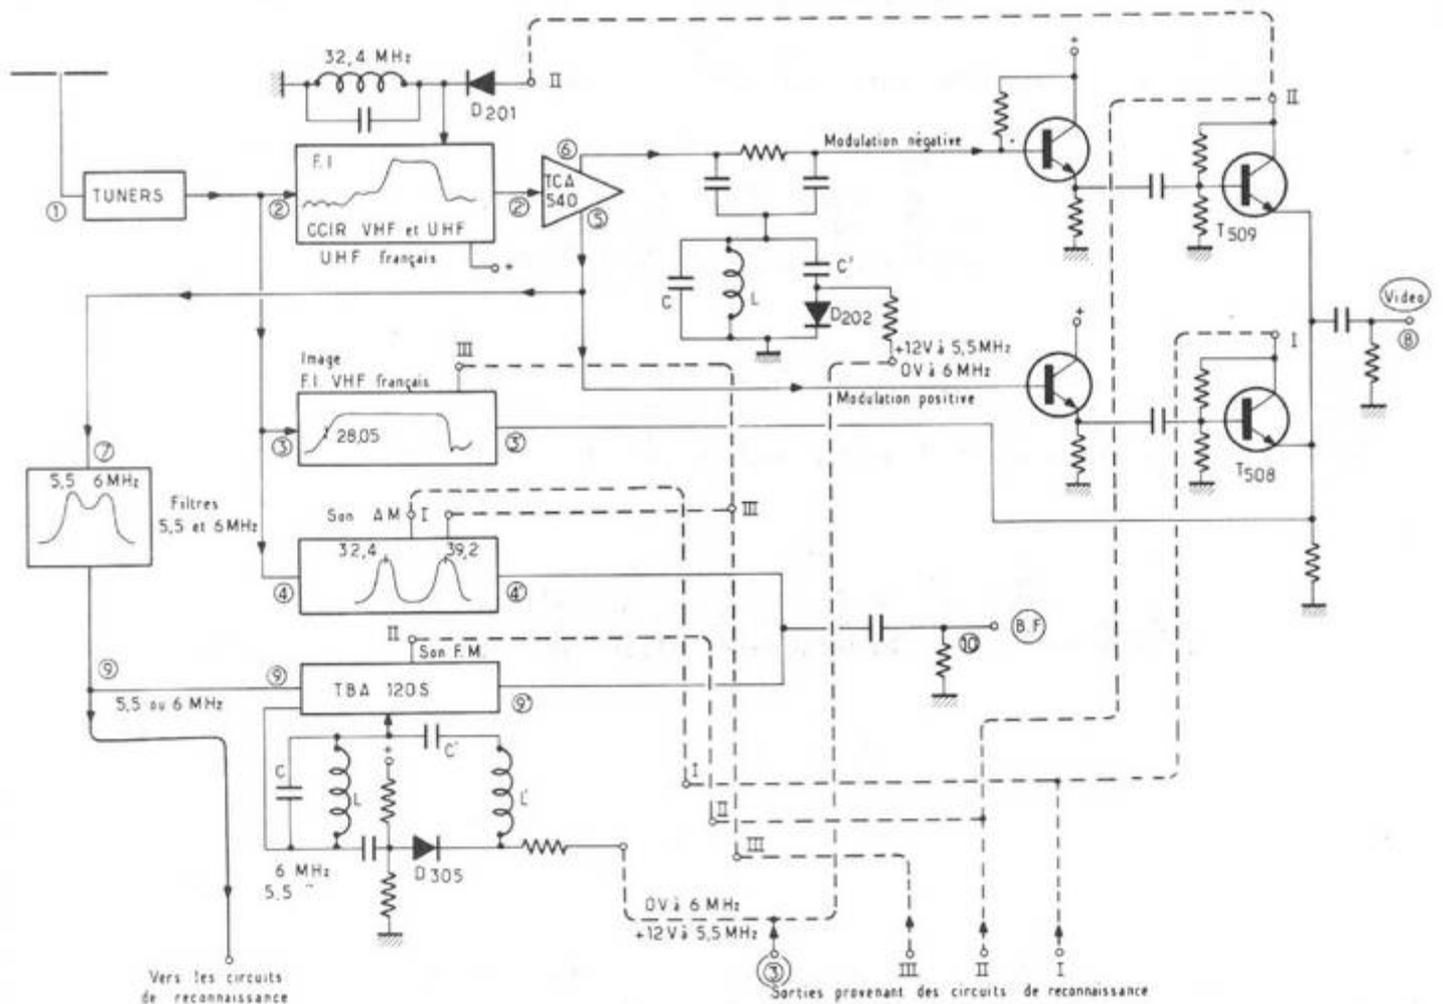
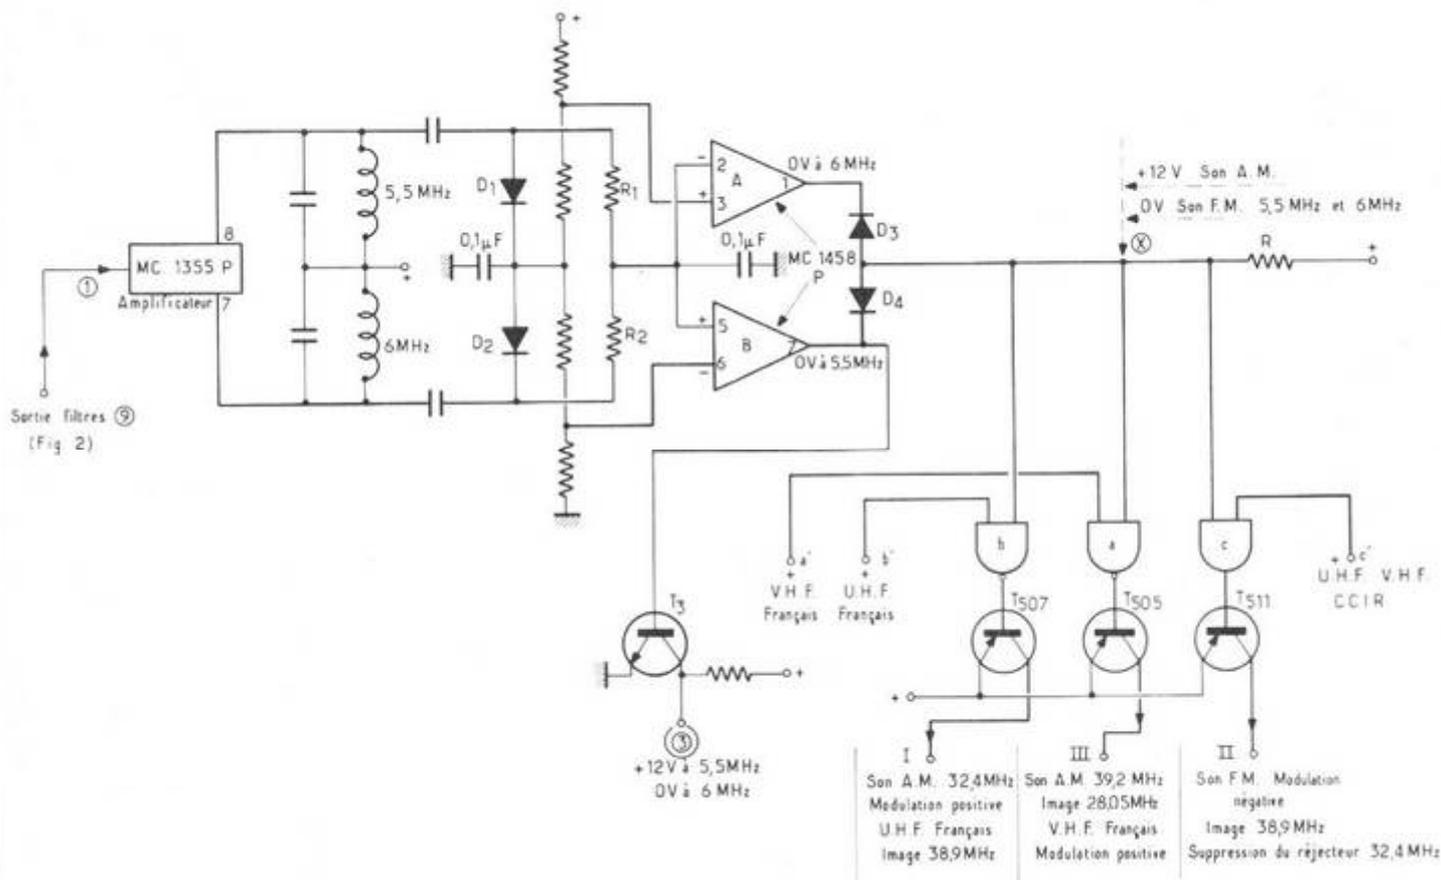
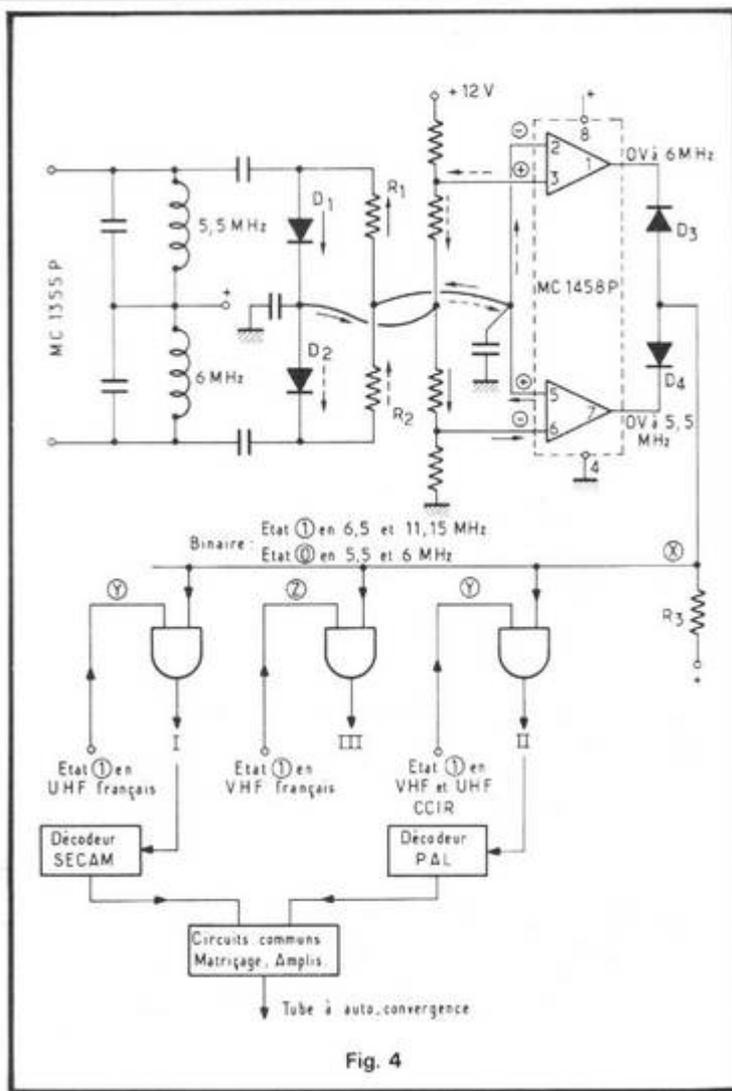

Fig. 2. - Circuits F.I. Image et son.
Fig. 3. - Circuits de reconnaissance automatique.
Fig. 4
La vidéo détectée en polarisation négative sort en (6) et la vidéo en modulation positive sort en (5). L'amplification de l'image et du son en C.C.I.R. produit le signal interporteuse 5,5 MHz ou 6 MHz que l'on trouve sur les sorties (5) et (6) de la figure 2.
Partant des Tuners de la figure 2 on peut résumer le fonctionnement en F.I. comme suit :
L'amplificateur MC 1355 P du circuit de reconnaissance de la figure 3 reçoit à son entrée (1) le signal interporteuse 5,5 ou 6 MHz provenant des filtres de la figure 2 sortie (9).
Les sorties 8 et 7 de l'amplificateur MC 1355 P de la figure 3 sont reliées à deux circuits LC accordés sur 5,5 et 6 MHz. Le pont constitué par les diodes D_1 et D_2 et les résistances R_1 , R_2 commande deux amplificateurs opérationnels A et B du module MC 1458 P.
Le tuner UHF ou VHF qui reçoit l'émission porte l'entrée C' de la porte [C] à +5 V. Comme l'entrée (X) est à 0 volt, la sortie de la porte [C] sera au niveau 0 d'où conduction du transistor T 511 (PNP) et apparition de +12 V au collecteur, point II. Cette tension alimente les amplificateurs de la figure 2. La vidéo sera à modulation négative et le son à modulation de fréquence. L'amplificateur F.I. 38,9 MHz pour l'image fonctionne en permanence. Le transistor T_3 est bloqué d'où +12 V au point (3).
Lorsque le tuner VHF et la F.I. 38,9 MHz reçoivent une émission VHF française, il n'y a plus de signal interporteuse 5,5 ou 6 MHz. Le point (X) de la figure 3 monte à +12 V. Du fait que le tuner commute l'entrée a' de la porte [a] à +5 V, la sortie de la porte [a] tombe à 0 V d'où conduction du transistor T 505 et alimentation en +12 V par le point III des amplificateurs F.I. image et son (28,05 MHz et 39,2 MHz) avec modulation positive en vidéo et modulation d'amplitude du son. La vidéo à modulation positive n'est pas transmise par le tran-
sistor T 508 mais par la sortie détectée de l'amplificateur FI image 28,05 MHz, point (3') figure 2. La tension + 12 V au point III commute la F.I. son à 39,2 MHz.
Si le tuner UHF reçoit une émission française UHF, le point (X) figure 3 sera encore à + 12 V. Le tuner porte l'entrée b' de la porte [b] à + 5 V d'où conduction du transistor T 507 et apparition de + 12 V au collecteur donc au point I. L'amplificateur F.I. 38,9 MHz image fonctionne normalement dans le canal reçu d'où apparition du signal détecté à modulation positive au point (5) du TCA 540, figure 2. Le + 12 V du point I fait conduire le transistor T 508 (fig. 2). Celui-ci ouvre la voie vidéo à modulation positive. Le + 12 V du point I commute l'amplificateur FI son sur 32,4 MHz. Le réjec-
teur 32,4 MHz de l'amplificateur image (38,9 MHz) élimine le signal son 32,4 MHz. Ce réjecteur ne fonctionne qu'en UHF français. Le rapport B.F. provenant de la détection A.M. du signal 32,4 MHz apparaît aux points (4') et (10) figure 2.
On peut résumer le fonctionnement du circuit de reconnaissance de la figure 3 par le schéma à circuit digital de la figure 4 où les portes NAND avec les transistors T 507 et T 505 ont été remplacées par des portes ET et la porte ET avec son transistor T 511 par une porte NAND. Le schéma de la figure 4 montre également le fonctionnement des circuits 5,5 et 6 MHz qui sont reliés avec les sorties du circuit intégré MC 1355 P (ou MC 1155 P). Ce dernier est un amplificateur - limiteur symétrique pour la F.M. dont la tension de sortie est constante à partir d'une certaine tension à l'entrée. Suivant la fréquence du signal interporteuse (5,5 ou 6 MHz) une tension HF se développe aux bornes de l'un des circuits sélectifs 5,5 ou 6 MHz. Cette tension est transmise aux diodes D₁ et D₂ dont le point de jonction est à un potentiel fixe déterminé par un pont de résistances connecté entre le + 12 V et la masse. La tension HF à 6 MHz provoque une tension négative par rapport à ce point et cette tension est transmise au point de jonction des deux résistances R₁ et R₂. Ce point de jonction devient négatif à 6 MHz et positif à 5,5 MHz. Pour toutes les autres fréquences ce même point est fixe. La tension de ce point est appliquée aux deux portes d'un comparateur donc une est à l'entrée directe et l'autre à l'entrée inversée du MC 1458 P.
Si (X) est à + 12 V et (Y) à + 12 V la sortie I de la porte ET est à + 12 V. Avec le schéma simplifié de la figure 4 la fonction ET devient 1 . 1 = 1. La sortie I alimente les platines FI et le décodeur SECAM en UHF.
Le schéma simplifié de la figure 4 permet de voir le principe de fonctionnement de la commutation SECAM/PAL.
Dans la réalisation de la figure 3 on n'utilise que des portes NAND d'où le remplacement de la porte [C] par deux portes NAND.